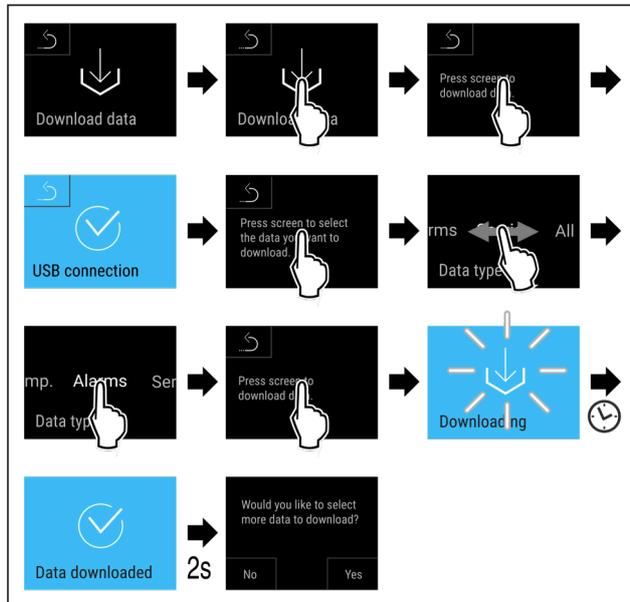

Fig. 136
- u Handlungsschritte (siehe Fig. 136) durchführen.